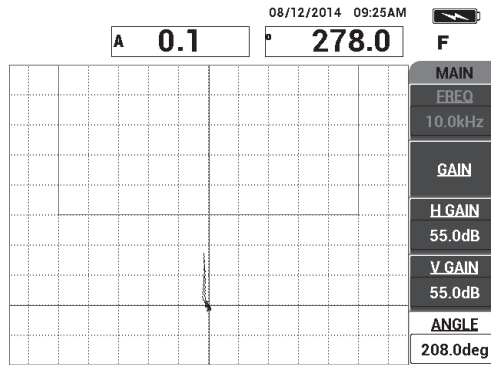

Figura 6-25 L'angolo del segnale regolato verso l'alto
4. Premere **ANGOLO** (tasto E), ed in seguito regolare l'angolo del segnale in modo che il segnale punti verso l'alto in direzione della finestra di allarme (vedere Figura 6-25 a pagina 154).